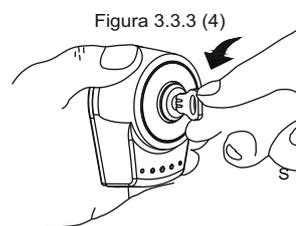

Figura 3.3.3 (4)
- 5) Proceda a marcação e fixação da base Figura 3.3.3 (5)